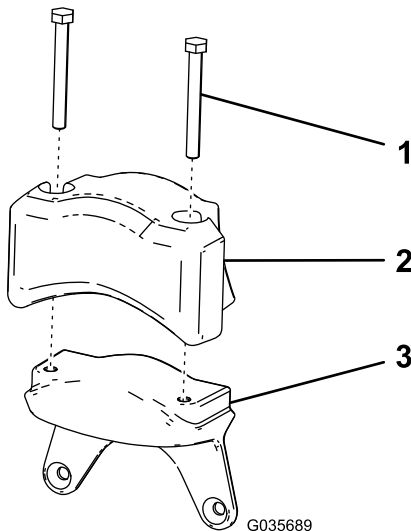

Figura 8
1. Monte el contrapeso eléctrico y los 2 tornillos (5/16" x 2¾") que retiró en Retirada del contrapeso del motor eléctrico \(página 4\) en el peso nuevo (Figura 8).